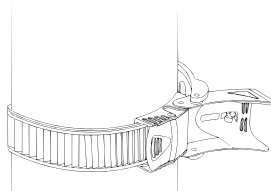

fig. 2-8
- 3) Insérez la sangle crantée aussi loin que possible dans la boucle à cliquet ouverte (Figure 2-8).